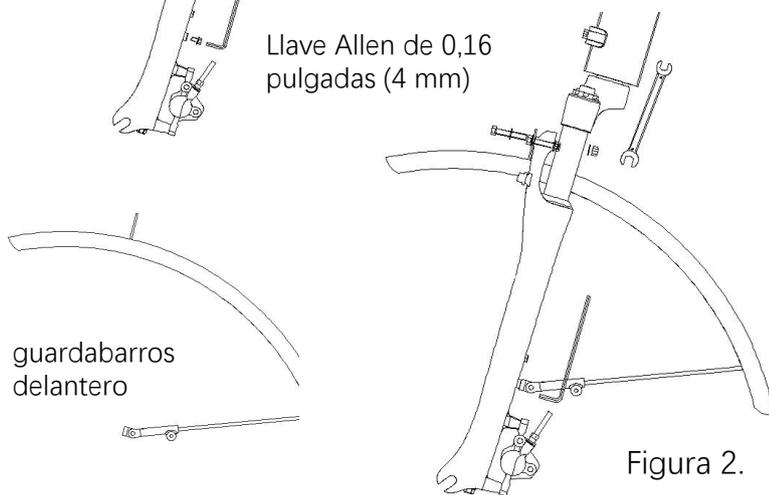

Figura 2.
2. Monte el guardabarros delantero en la horquilla y vuelva a apretar los tornillos, como se muestra en la Figura 2.